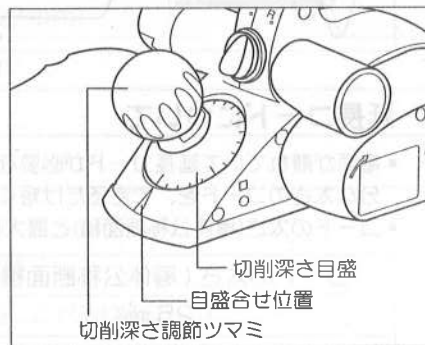

図3
- 切削深さ調節は、切削深さ調節ツマミを回して行います。右に回すと切削は深くなり材料の削りが大きくなります。左に回すと切削は浅くなり材料の削りが小さくなります。(図3参照)
- ①目盛の数字が大きくなると切削は深くなり、小さくなると切削は浅くなります。
- ②目盛は目安としてご使用下さい。